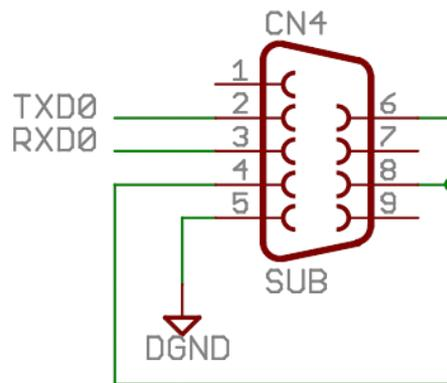

Fig. 12: UART0/D-sub コネクタ
- 2 台のパソコンとそれぞれのマイコンを繋げ、マイコン同士は UART0 同士で接続する (Fig. 12)。このケーブルは 9pin シリアルクロスケーブルである。このケーブルは競技会に向けて各班で製作することになる。